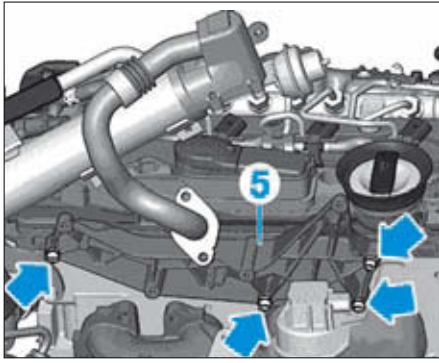
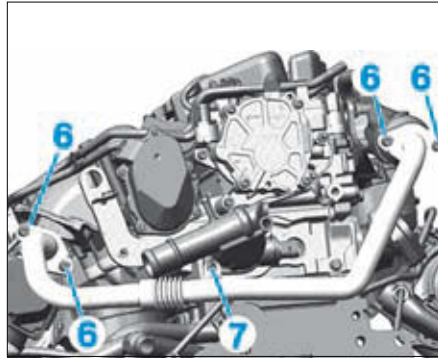

FIG. 64
FIG. 65
- les vis (flèches) du support d'échangeur eau/EGR (Fig.64).
- le support (5) de l'échangeur eau/EGR,
- les vis (6) et (7) du tuyau de recyclage des gaz d'échappement (Fig.65),